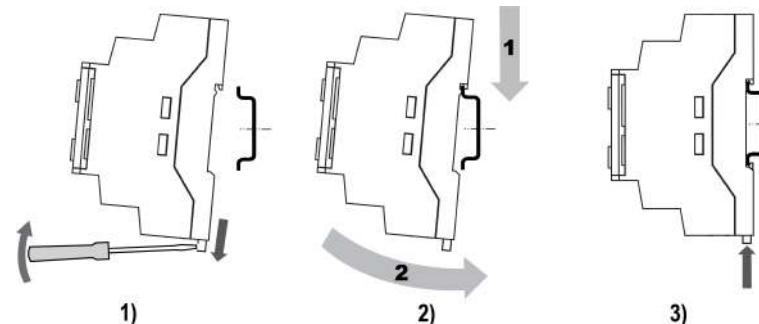

Рисунок 7.2 – Монтаж и демонтаж прибора
- Вставив отвертку в проушину, оттянуть защелку (см. рисунок 7.2, 1).
- Прижать прибор к DIN-рейке (см. рисунок 7.2, 2). Отверткой вернуть защелку в исходное положение (см. рисунок 7.2, 3)